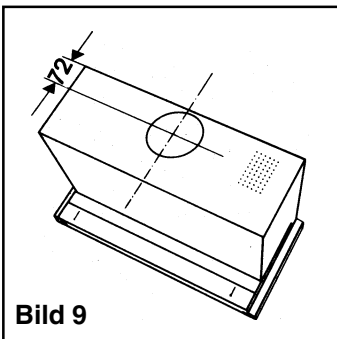

Bild 9
- Die Maße und die Lage der Luftaustrittsöffnung gemäß nachstehendem Bild 9.